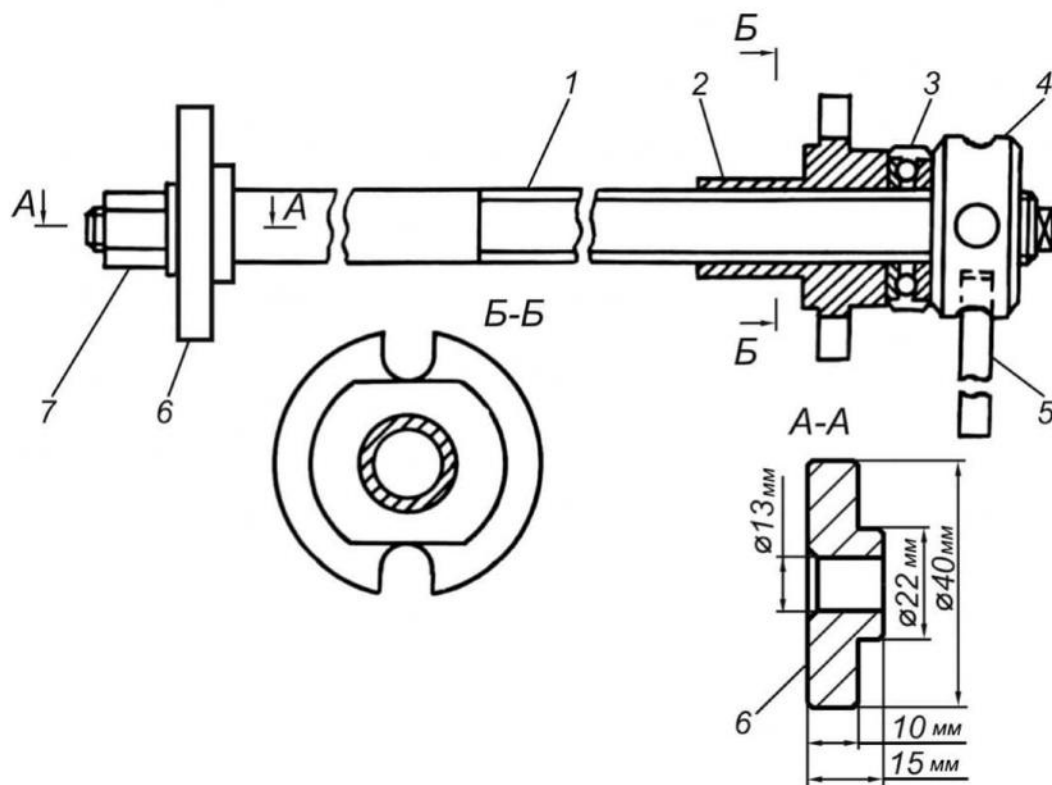

Рис. 4.16. Приспособление для снятия и установки пружины: 1 - винт; 2 - опорное кольцо; 3 - подшипник; 4,7 - гайки; 5 - вороток; 6 - шайба
- отсоединить и снять амортизаторы (см. подраздел «Снятие и установка переднего амортизатора») и установить на их место приспособления для снятия и установки пружин (рис. 4.16) в следующем порядке:
- вывернув гайку 4 приспособления (см. рис. 4.16), снять пружину с прокладками;